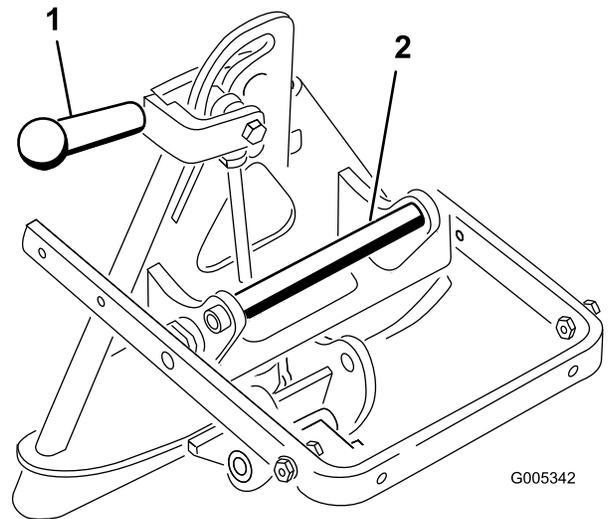

図 8
1. ロックレバーを左車両後方から見た場合の方向に倒してアダプタのロックを解除する 図 8。
3. アダプタのハンドルを握ってアタッチメントアダプタを持ち上げてアタッチメント側に倒す 図 8。